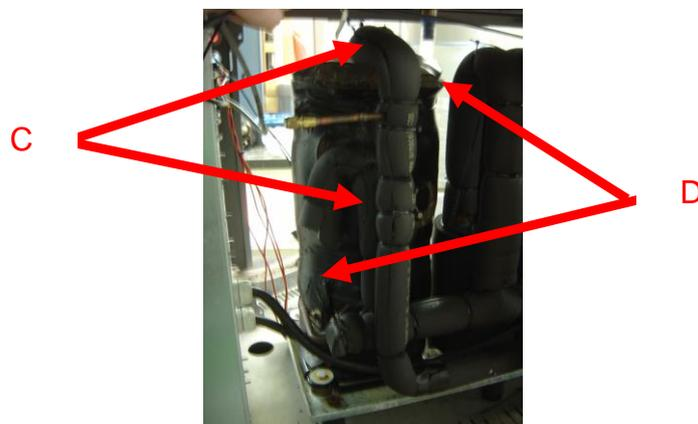

Figure 2
3) Retirer l'isolation des tubes d'aspiration et de refoulement ainsi que la sonde placée sur le tube de refoulement (figure 2, repère C).
4) Retirer les deux parties isolantes du compresseur (figure 2, repère D).